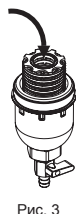

Рис. 3
- Установить новый фильтрующий элемент (рис. 3)
- Neues Filtergewebe einsetzen (Bild 3)